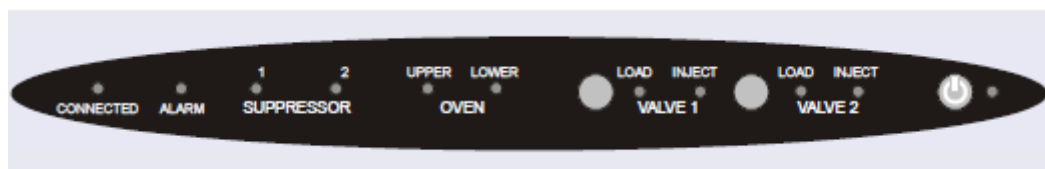

图 2-16. DC 状态栏
Dionex ICS-6000 检测器/色谱单元 (DC) (见图 2-16) 前面板的状态栏包括用于控制某些 EG 功能的按钮, 以及指示多项 DC 部件和功能状态的 LED。